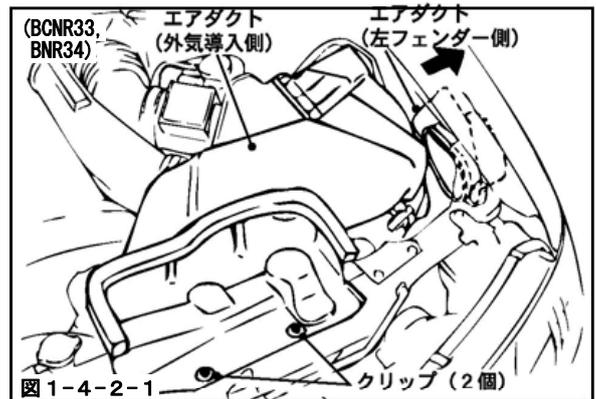

図1-4-2-1
- (1) クリップ(2個)を外し、エアダクト(外気導入側)を取外してください。(図1-4-2-1)
- (2) エアクリーナケースを取出しやすくするため、エアダクト(左フェンダー内)を図1-4-2-1の矢印の方向に押してください。(図1-4-2-1)
- (3) ボルト(2本)を取外してください。(図1-4-2-2)